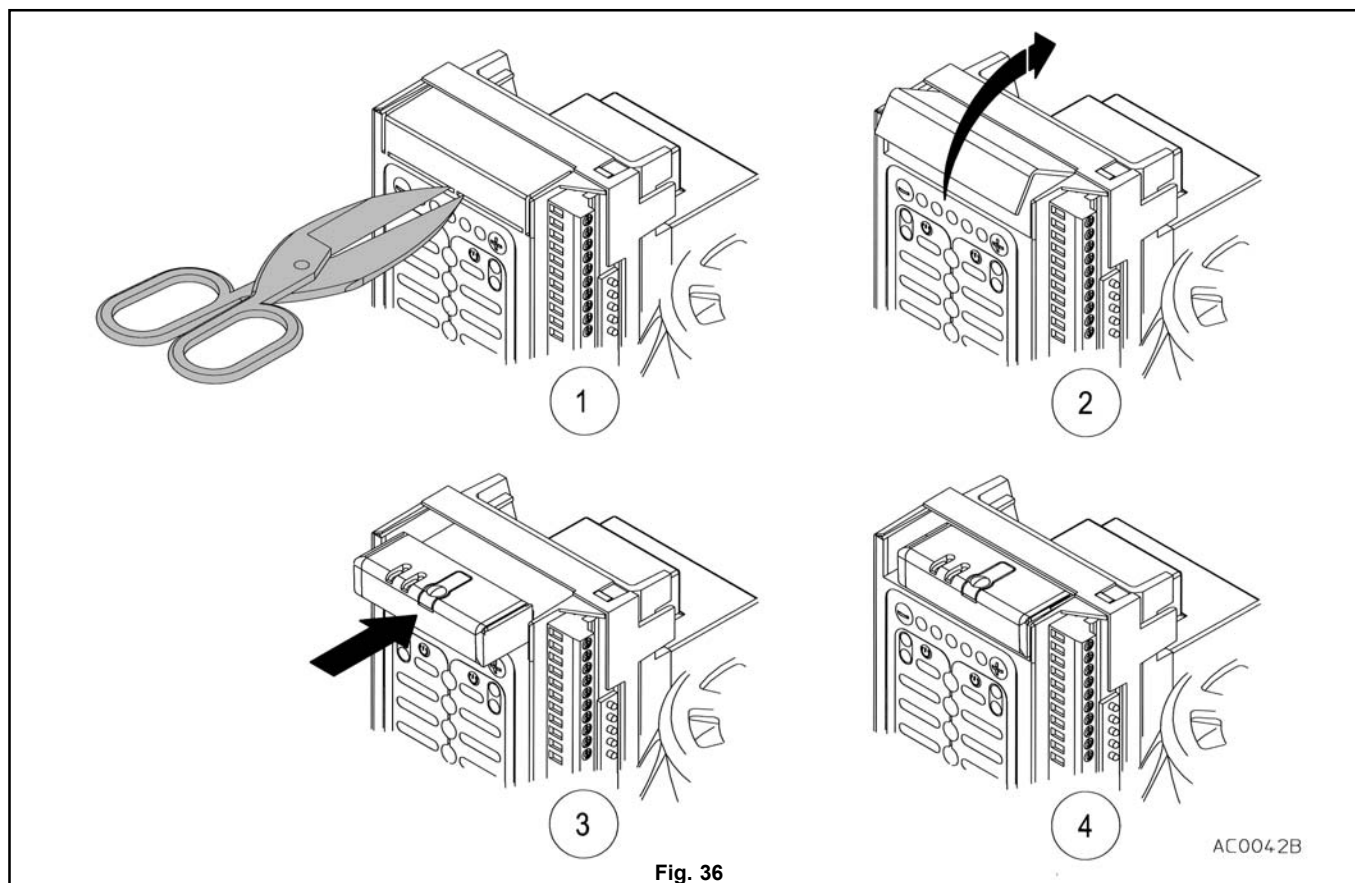

Fig. 36
Il ricevitore radio è fornito separatamente dalla centrale, è quindi necessario montarlo nell'apposita sede togliendo lo sportellino (fig. 36) di accesso ai connettori, posto sulla parte alta della centrale.
- Utilizzando una forbice o un cutter, tagliare i tre settori che bloccano lo sportellino (1 fig. 36).
- piegare all'indietro lo sportellino (2 fig. 36) finché si separa dalla centrale.
- Inserire il ricevitore radio (3 fig. 36) facendo attenzione a non piegare i piedini.